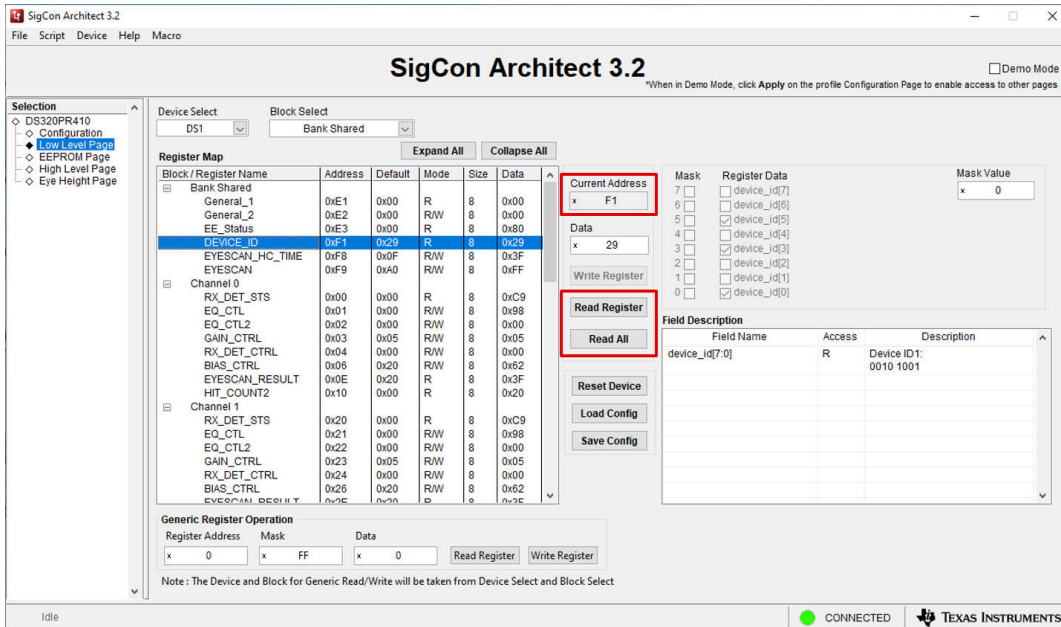

图 3-3. 底层页面：“Read Register”按钮
3. 点击 **Read All** 按钮可将整个器件的配置寄存器读取到 GUI 中。或者，点击特定的寄存器并点击 **Read Register** 按钮可以更新在 GUI 中选择的目标寄存器。**Current Address** 字段会自动更新为选择的 (突出显示的) 寄存器。图 3-3 展示了该字段和相关的按钮。